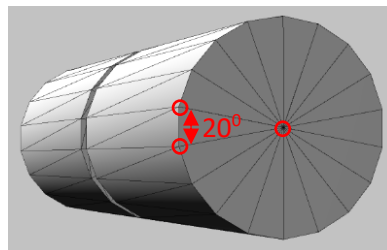

Рисунок 16.
- 6) Если последняя точка из цикла, то делаем треугольники из 3-х точек (2-я точка, добавленная в пункте 1, и две точки с углом в 20 градусов), рисунок 16.